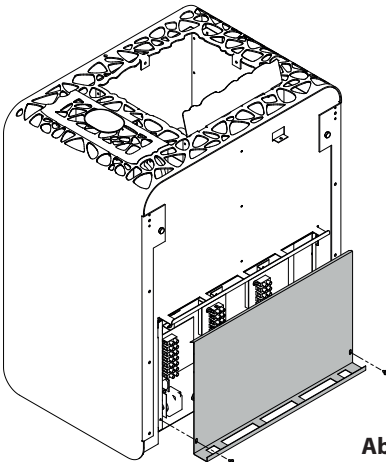

Abb. 6
- Rückseitigen Deckel des Anschlusskastens öffnen - 2 Schrauben lösen (Abb. 6).